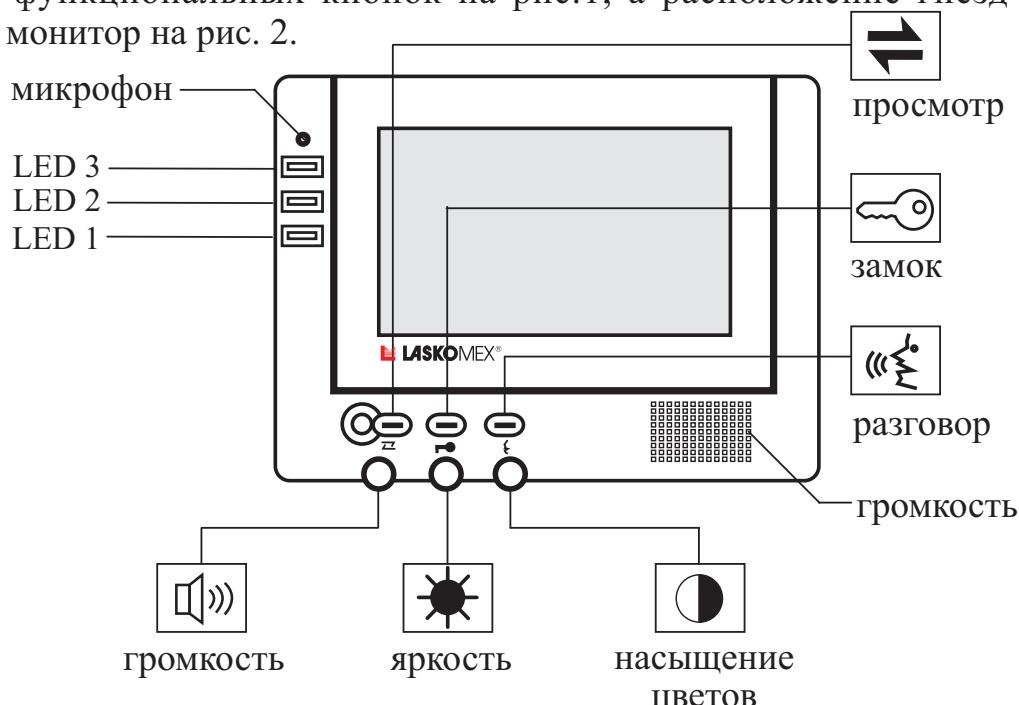
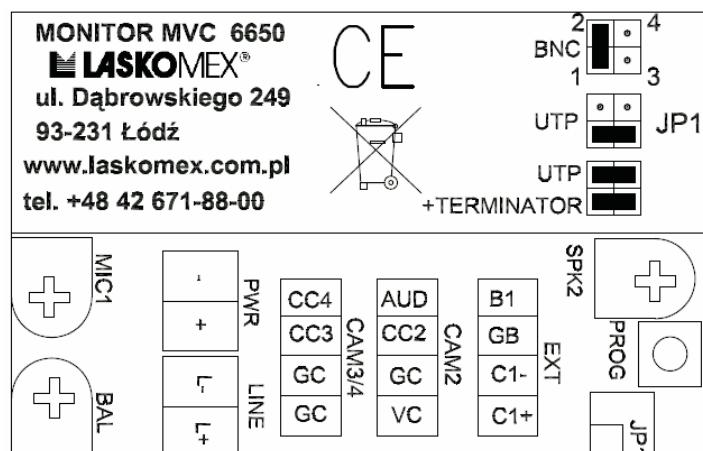

Рис. 1 Вид монитора MVC-6650
Рис. 2 Информирующая наклейка
Схема подключения монитора к системе CD и этажной панели BVC-6501 (или поочерёдно цветной камеры) и дополнительных камер CAM3 и CAM4 представлена на рис. 5 и 6, расположение функциональных кнопок на рис. 1, а расположение гнёзд и элементов регулирующих монитор на рис. 2.
Расположение кнопок и сигнализирующего диода представлено на рис. 1 и 2.
- 3.1. Трижды нажимаем кнопку PROG на плате сзади монитора (см. рис. 2) – необходимо это сделать во времени непревышающем 3 с. Монитор переходит в режим программирования, что сигнализируется коротким миганием сигнализирующего диода LED1 и LED2.
В зависимости от топологии системы для передачи видео сигнала доступны три способа установки для настройки видео линии. Данные установки производятся соответствующими скобами доступными в отверстии сзади корпуса монитора (см. рис. 2 или наклейку сзади монитора).
В нормальных условиях достаточную регулировку обеспечивает потенциометр расположенный в верхней части монитора (см. рис.1).